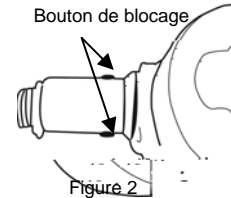

Figure 2
2. Pour retirer le boyau flexible, appuyez sur les 2 boutons de blocage et tirez le boyau vers le haut. (Fig. 2)